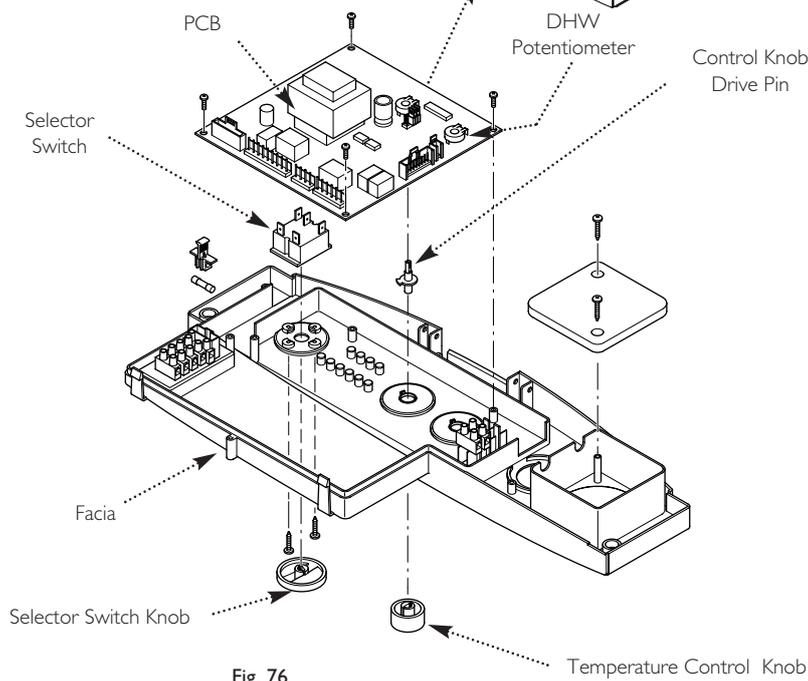

Fig. 76
14.18 Main PCB (Fig. 76)
14.19 Selector Switch (Fig. 76)